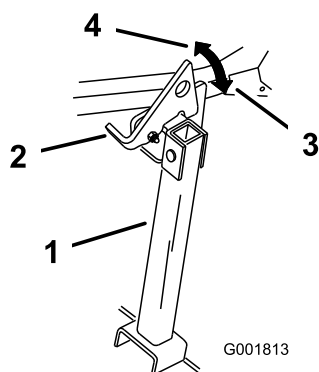

Figure 46
2. Relevez le verrou en position déverrouillée (Figure 46).